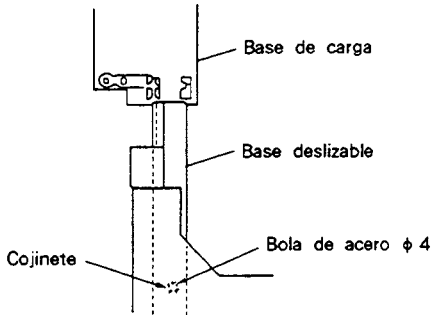
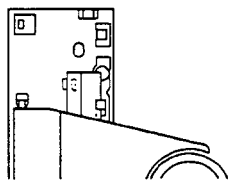

Fig. 9-9
Fig. 9-10
<p>Una vez finalizado el ajuste de retícula, vuelva a montar la bandeja del disco de acuerdo con el procedimiento siguiente.</p> <ol style="list-style-type: none"> 1. Extraiga el disco y el separador. 2. Levantando el sujetador de abrazadera (marcado con ① en la Fig. 9-4) con la mano izquierda, sujete la bandeja con la mano izquierda como se indica en ② y deslice la base deslizable en los acopladores de resina rígida de la base de carga como se muestra en la Fig. 9-9 para reinsertar la bandeja del disco. 3. En este momento, asegúrese de sujetar la bola de acero en su lugar con el dedo índice de la mano izquierda. Además, tenga cuidado para no dañar el panel frontal con la base deslizable y el cojinete de boals de acero (de la base deslizable). 3. Inserte la base deslizable de forma que encaje en los dos acopladores de resina rígida de la parte posterior de la base de carga (consulte la Fig. 9-10). 4. Inserte completamente la bandeja del disco.